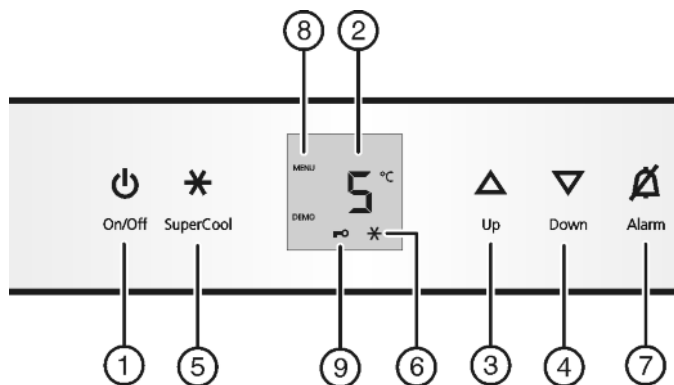

Fig. 2
- ▶ Pulse la tecla On/Off Fig. 2 (1).
- ▶ Activar el modo de ajuste: pulse la tecla SuperCool Fig. 2 (5) durante aprox. 5 s.
- ▶ Pulse brevemente la tecla SuperCool Fig. 2 (5) para confirmar.
- ▶ Para activar el bloqueo contra la manipulación por niños, pulse brevemente la tecla SuperCool Fig. 2 (5).
- ▷ El símbolo del bloqueo contra la manipulación por niños Fig. 2 (9) se ilumina. En el indicador parpadea **c**.
- ▶ Para desactivar el bloqueo contra la manipulación por niños, pulse brevemente la tecla SuperCool Fig. 2 (5).
- ▷ El símbolo del bloqueo contra la manipulación por niños Fig. 2 (9) se apaga. En el indicador parpadea **c**.
- ▶ Desactivar el modo de ajuste: pulse la tecla On/Off Fig. 2 (1).
- ▶ Pulse la tecla Alarm Fig. 2 (7).
- ▶ Ajuste de aumento de temperatura: Pulse la tecla de ajuste Up Fig. 2 (3).
- ▶ Ajuste de descenso de temperatura: Pulse la tecla de ajuste Down Fig. 2 (4).
- ▶ Pulse brevemente la tecla SuperCool Fig. 2 (5).
- ▷ El símbolo de SuperCool Fig. 2 (6) se ilumina en la pantalla.
- ▷ El símbolo de SuperCool Fig. 2 (6) se apaga en la pantalla.